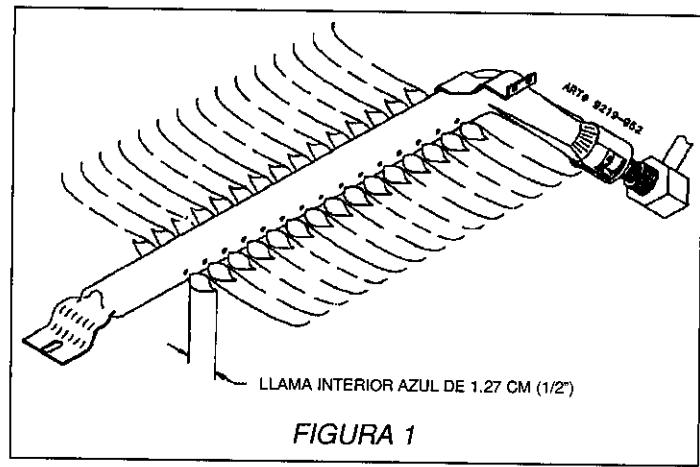

FIGURA 1
- a. La longitud aproximada de la llama del quemador del horno es una llama bien definida con el interior azul de 1.25 cm (1/2 pulg), figura 1.